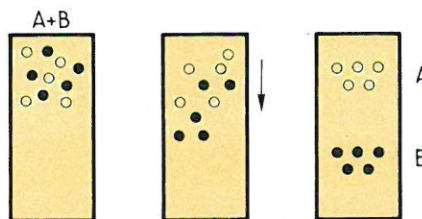

Fig. 1
- Pour la première d'entre elles, on utilise une colonne en verre (diamètre 2 cm, longueur 50 cm) remplie d'une matière adsorbante qui constitue la phase fixe. Le mélange dont on veut séparer les constituants est introduit en haut de colonne ; la solution va voyager dans celle-ci et les divers composants vont être retenus sélectivement par la matière adsorbante (fig. 1). Si maintenant, on fait passer au travers de la colonne un solvant adéquat constituant la phase mobile, celle-ci va entraîner les divers composants qui vont sortir les uns après les autres en bout de colonne.